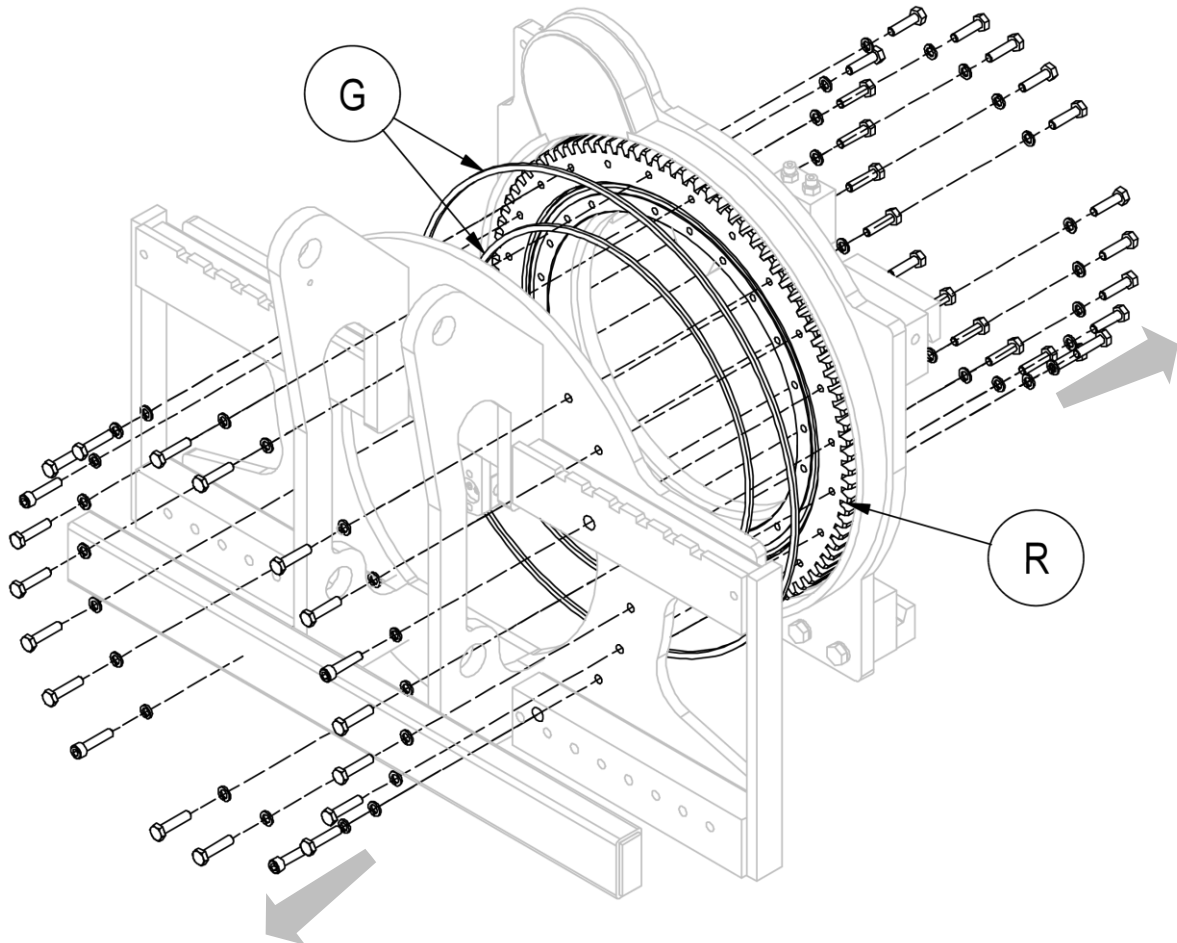

Figura 25
5. Rimuovere la parte anteriore del corpo rotante, assicurandosi di sorreggere in modo idoneo tutte le parti per poter effettuare l'operazione in sicurezza (vedi *Figura 25*).
6. Per poter rimuovere la ralla **R**, è necessario rimuovere anche le viti della parte posteriore dell'attrezzatura (vedi *Figura 25*).